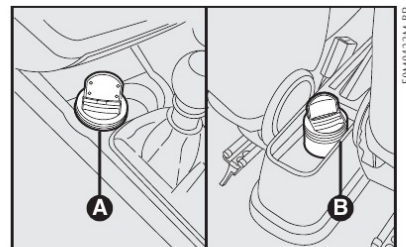

fig. 79
## CINZEIRO - fig. 79
**Para atender os ocupantes dos bancos dianteiros A-fig. 79**
**Para atender os ocupantes dos bancos traseiros B-fig. 79**